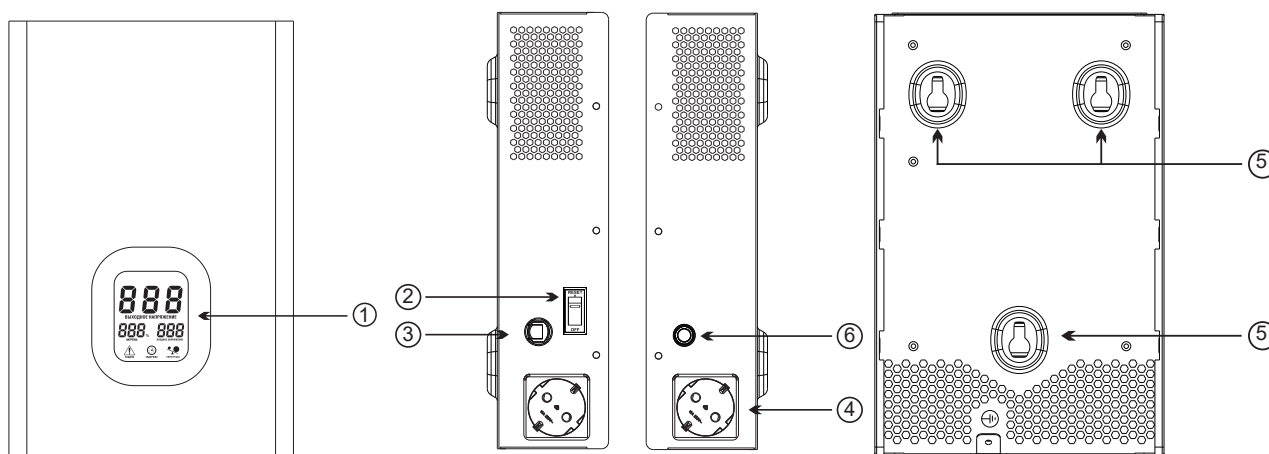

Рис.2. Схемы панелей стабилизатора
- Переведите выключатель питания в положение ON. (см. п.2 на Рис.2.).
- Установите величину номинального входного напряжения (см. п.6 на Рис.2.).